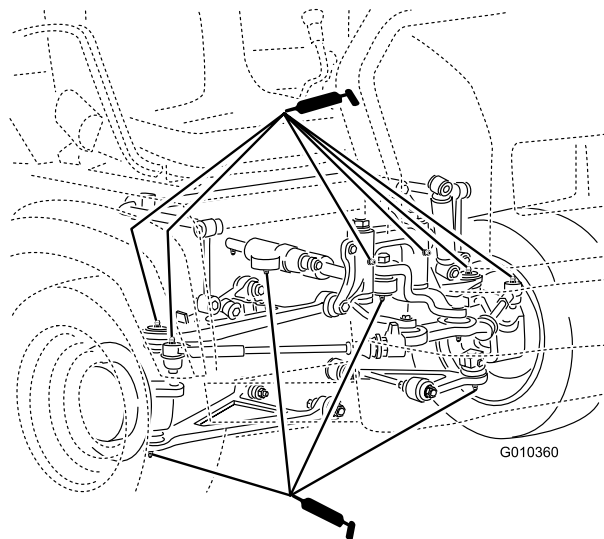

图36
- 球窝接头4个请参阅图36
- 枢轴安装座2个请参阅图36
- 转向油缸2个请参阅图36
- 横拉杆2个请参阅图36